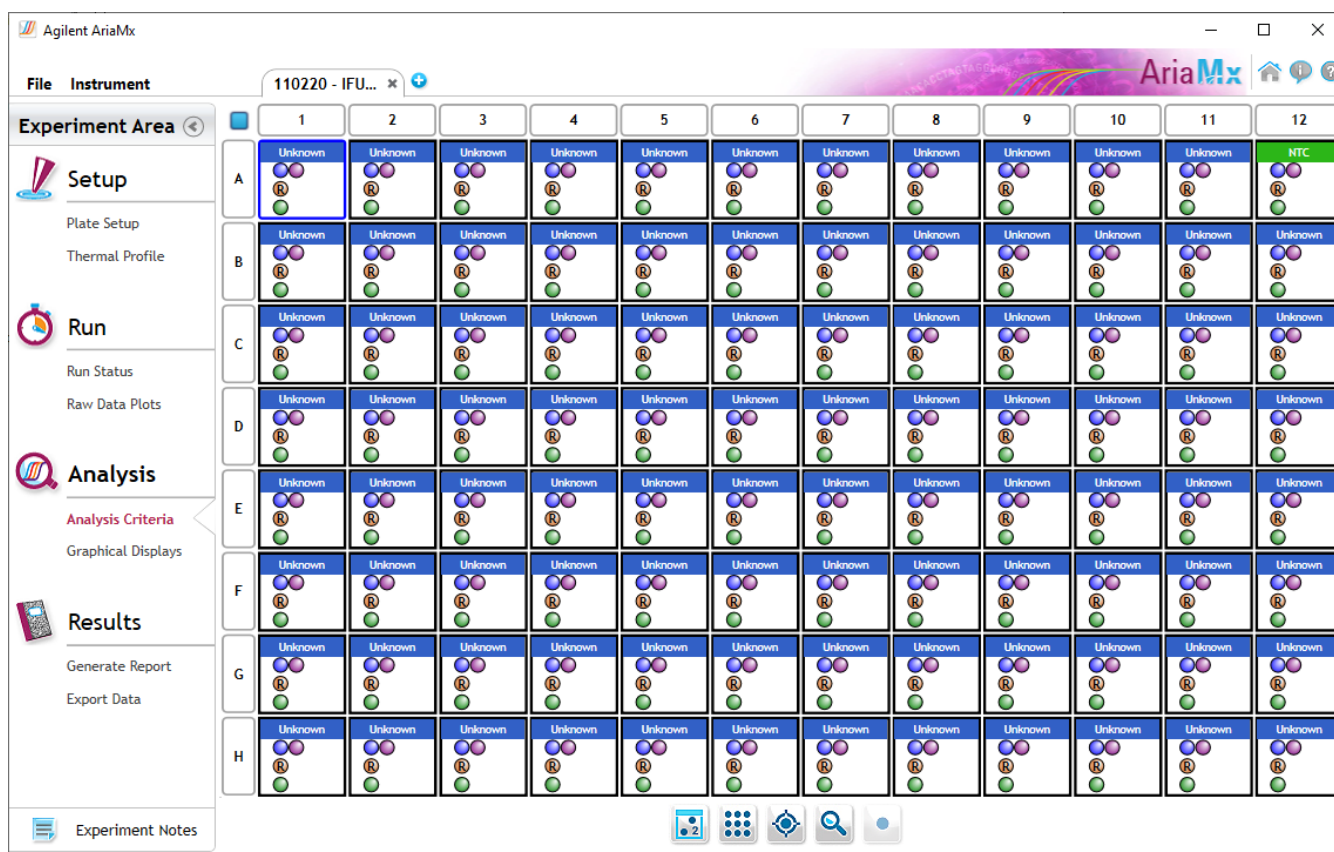

Abbildung 19 Aria-Bildschirm „Analysis Criteria“ (Analysekriterien)
- 3 Stellen Sie sicher, dass alle Wells, Well-Typen und Ziele für die Analyse ausgewählt sind, wie in **Abbildung 19** gezeigt.